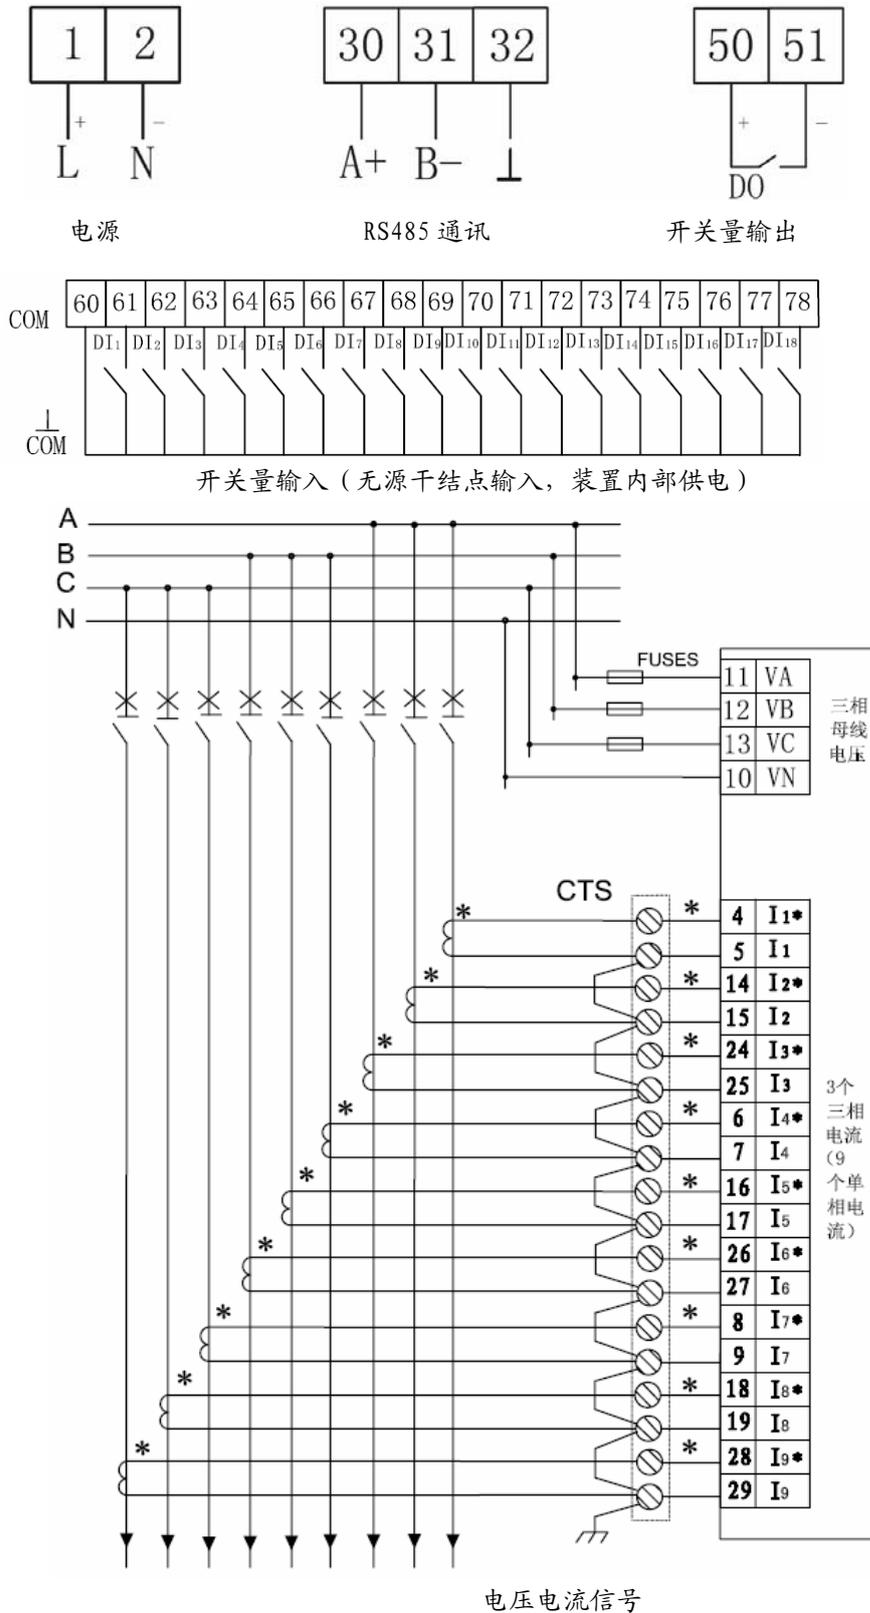

图 18 AMC16-3 三相多回路监控装置接线图
- (1) 进入编程设置后，按左右方向键用于选择或输入数值，确认键用于进入菜单及设置确认。
6.2 AMC16-3 三相多回路监控装置接线图 (见图 18)